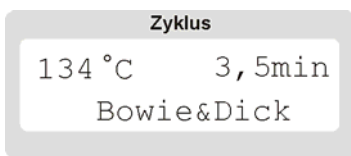

Bild 9: Zyklusanzeige (27)
- ◆ Drücken Sie die Programmtaste P3 am Bedienfeld (6).
Die Kontrollleuchte in der Ecke der gewählten Programmtaste P3 leuchtet auf und in der Zyklusanzeige (18) (Bild 9) erscheint das zuletzt benutzte Programm.